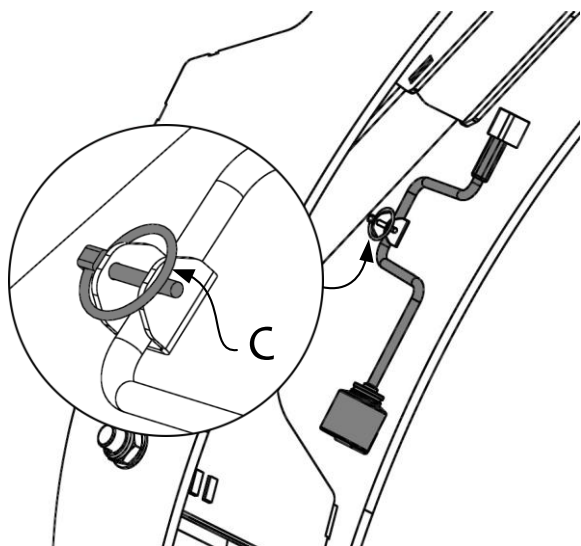
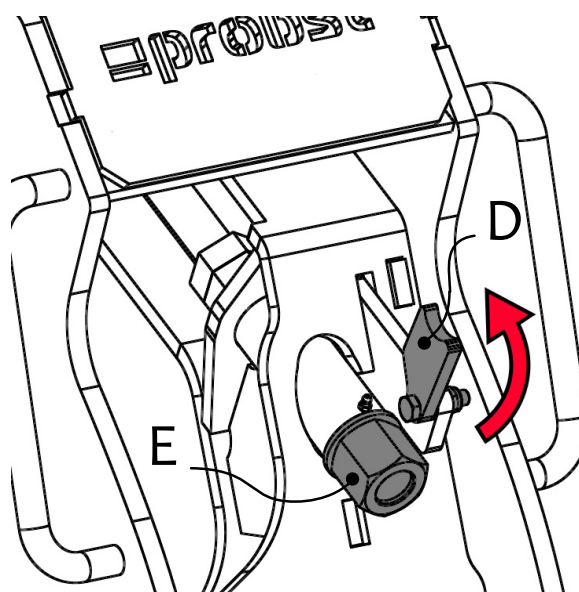

Abb. 2
Abb. 3
3. Togliere la manovella di regolazione (C) dall'apparecchio (Fig. 2).
4. Ruotare verso l'alto lo sportello di bloccaggio (D) sulla vite di regolazione (E)
5. Regolare il campo di presa sul materiale da afferrare (tubo in calcestruzzo) utilizzando la manovella di regolazione (C) e le viti di regolazione (E) (Fig. 3).
6. Ruotare lo sportello di bloccaggio (D) verso il basso sulla vite di regolazione (E)